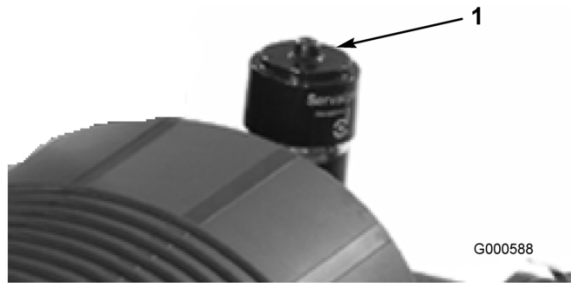

Figura 27
Effettuate la manutenzione del filtro dell'aria quando la spia (Figura 27) lo richiede. Sostituendo il filtro dell'aria prima del necessario aumenta il rischio che la morchia entri nel motore quando si toglie il filtro.
6. Se la spia (Figura 27) è rossa, resettatela.